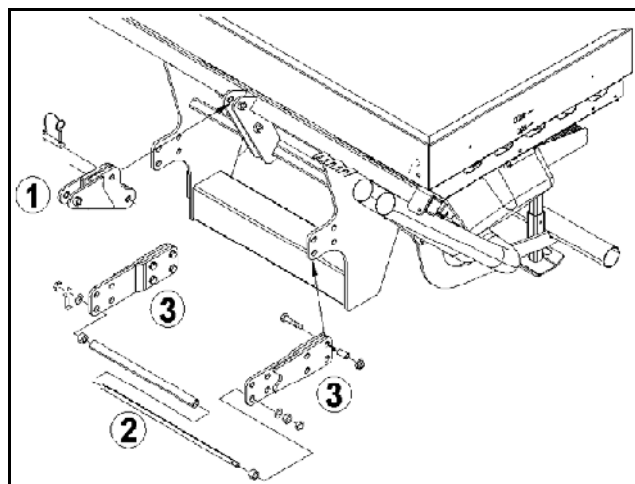

Fig. 35
1. Fijar la prolongación del brazo superior (Fig. 35/1) en el depósito frontal FRS con dos pernos y asegurarla con pasadores clavija.
2. Soltar el alojamiento del brazo inferior (Fig. 35/2) de los puntos estándar del brazo inferior.
3. Fijar el alojamiento del brazo inferior en las prolongaciones del brazo inferior (Fig. 35/3). Observar que la protección contra torsión esté montada correctamente.